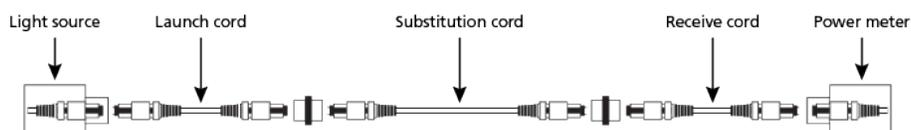

Abbildung 15. Referenztest
1. Setzen Sie zwischen der Lichtquelle und dem Leistungsmessgerät mithilfe des Vorlaufkabels, des Empfangskabels und des Ersatzkabels eine Referenz ein (s. Abbildung 15).